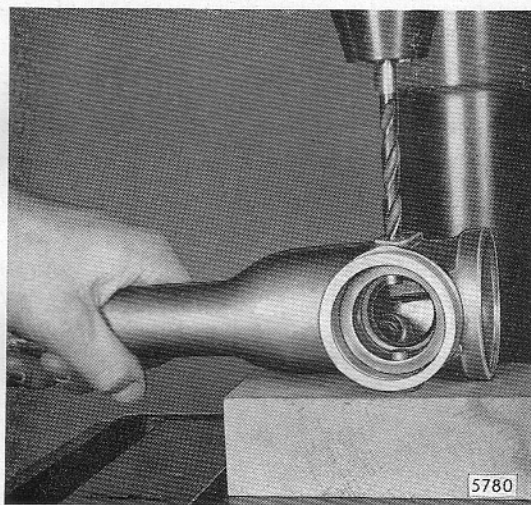

Bild B 20 - Stemmkranz eines Führungzapfens abbohren
4. Stemmkranz der Anschlagleiste (B 18/2) – Rückwärtsgangarretierung – mit 10-mm-Bohrer sowie Stemmkränze der beiden Führungzapfen für Handschalthebel mit 8-mm-Bohrer vorsichtig abbohren (Bild B 20). Vorsicht, daß Schaltgehäuse nicht angebohrt wird.